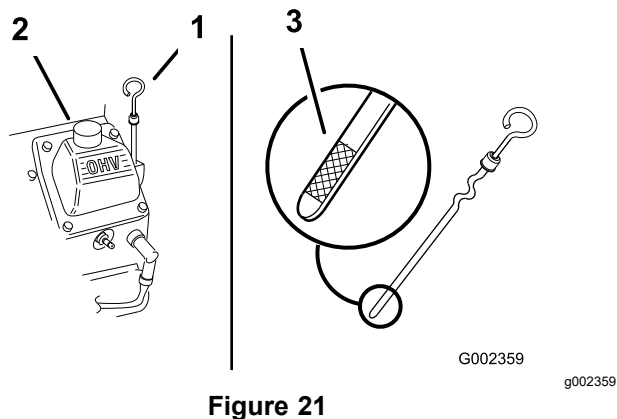

Figure 21
3. Nettoyez la surface autour de la jauge d'huile (Figure 21) pour éviter de faire tomber des impuretés dans l'orifice de remplissage, ce qui endommagerait le moteur.
4. Retirez la jauge d'huile et essuyez soigneusement son extrémité (Figure 21).
5. Remettez la jauge au fond du tube de remplissage, mais sans la visser (Figure 21).
6. Versez avec précaution environ 80 % de la quantité d'huile spécifiée dans le goulot de remplissage (Figure 21).